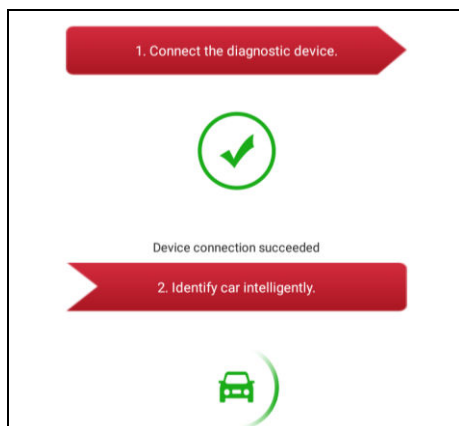

Abb. 5-1
1. Tippen Sie im Auftragsmenü auf „Intelligente Diagnose“, um die Benutzeroberfläche wie in Abb. 5-1 aufzurufen.